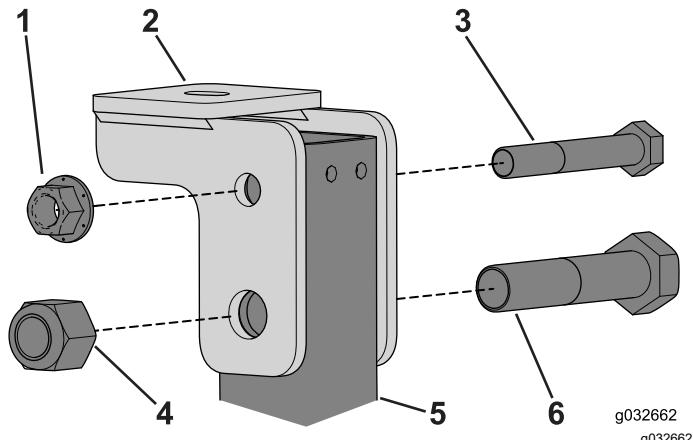

Bild 111
1. Entfernen Sie die Schrauben, mit der die Befestigungshalterung der Kabine am Überrollsitzrohr an der Rückseite des Kabinenrahmens befestigt ist (Bild 111).